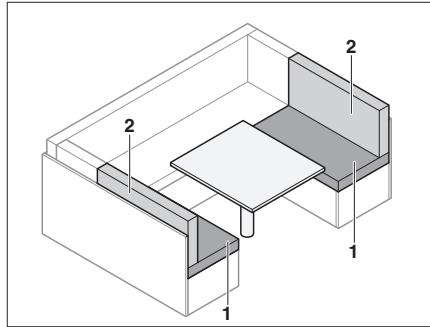

Bild 70 Före ombyggnaden
- Ta bort ryggdynan (Bild 70,2).